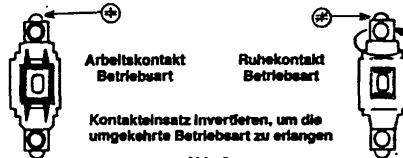

Abb. 3
- 3.3 Quite, invierta y vuelva a instalar el cartucho y los tornillos de los bornes. Fig. 3.
- 3.3 Retirar, inverter e reinstalar o cartucho e os parafusos terminais. Fig. 3.
3.3 Den Einsatz entfernen, umkehren und zusammen mit den Klemmschrauben wieder installieren. Abb. 3.